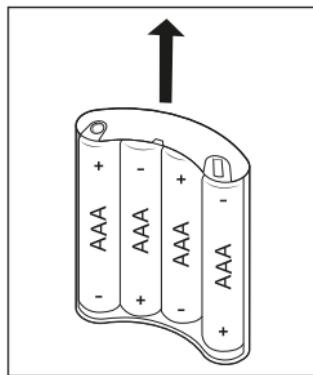

Fig. 3
6. Sæt batteriholderen 15 ind i batterirummet 14 igen. Sørg for, at batteriholderens 15 kontakter vender fremad i batterirummet 14 (se fig. 3 og 4).